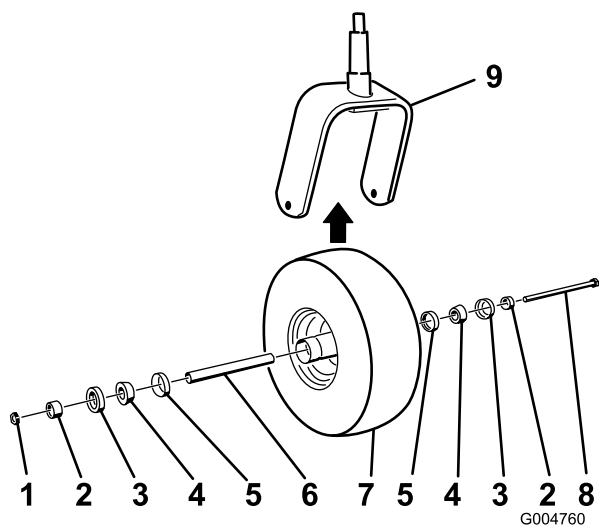

Figura 50
2. Retire la contratuerca del perno que sujeta el conjunto de la rueda giratoria en la horquilla (Figura 50).
5. Ensamble la rueda giratoria presionando los cojinetes cónicos y las juntas, llenos de grasa, sobre el cubo de la rueda, según se muestra en Figura 50.